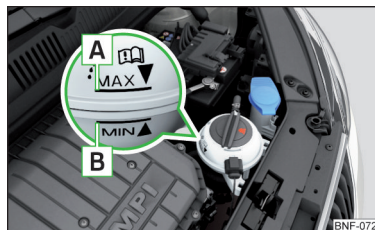

Fig. 110
**Kontrol af kølevæskestand** – kølevæskestanden skal være mellem markeringerne **A** og **B** » Fig. 110. Hvis kølevæskestanden er under markeringen **B**, skal du påfylde kølevæske.
Kølevæskens **specifikation** er angivet på kølevæskebeholderen » Fig. 110.
- Påfyld ikke kølevæske over markeringen [A] » Fig. 110. Kølevæsken kan blive trykket ud af kølesystemet ved opvarmning – risiko for beskadigelse af delene i motorrummet.